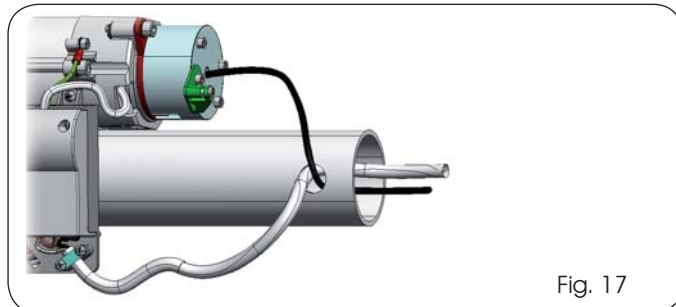

Fig. 17
4. Utiliser le trou (Ø 15 mm), réalisé précédemment pour le passage du câble d'alimentation, pour introduire l'ensemble gaine-câble à l'intérieur de l'arbre du rideau (Figure 17). Veiller à ce que la gaine ne suive pas une courbe trop accentuée, empêchant ainsi le coulissement du câble à l'intérieur.